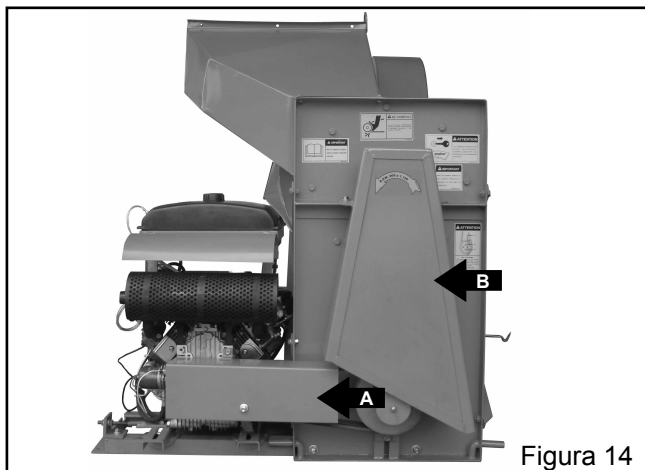

Figura 14
- c) Conjunto da capa de correia do motor e tirante de fixação “A” (Figura 14);
- d) Conjunto da capa de correia da máquina “B” (Figura 14);